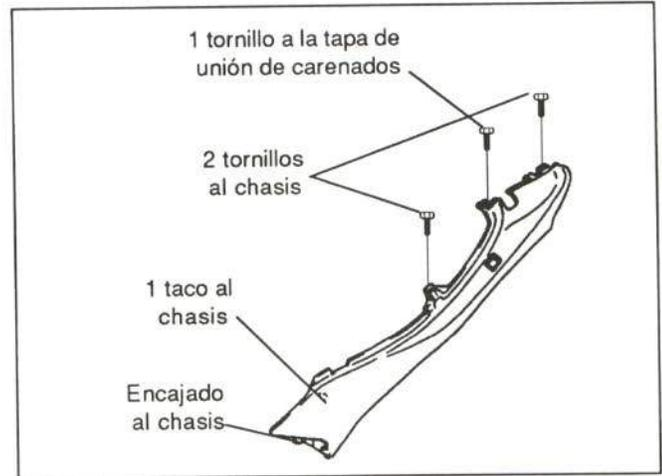

Figura 17.- Unión del carenado lateral
En la figura 17 se muestra la unión de esta pieza.
- Carenados laterales (figura 17)